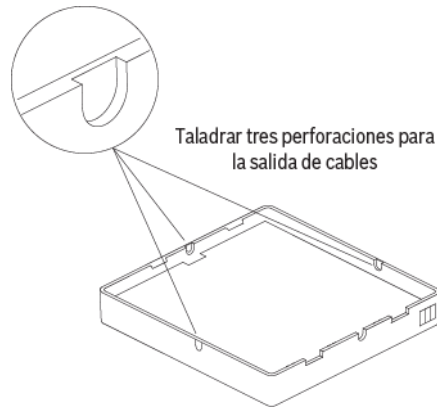

Fig. 5
- Para un montaje de Superficie Vista cortar taladros en tres de los lados según consta en la fig. 5.